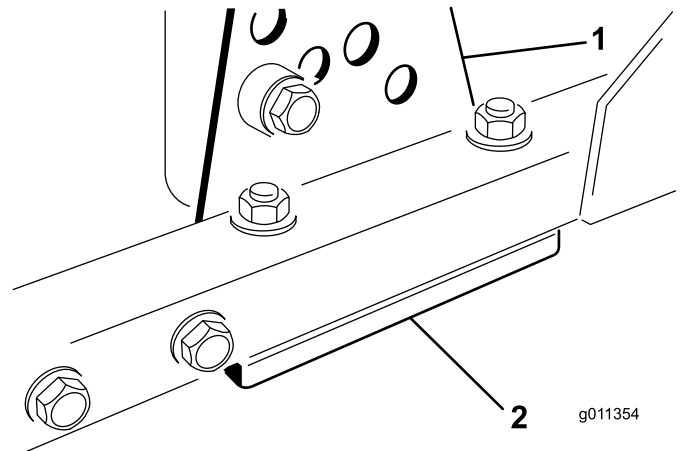

Figure 67
1. Retirez le support de hauteur de coupe (avant, gauche ou droit) du bâti du plateau de coupe (Figure 67).
2. Placez des cales de 1,5 mm et/ou une cale de 0,7 mm entre le bâti et le support du plateau de coupe pour obtenir la hauteur de coupe voulue (Figure 67).